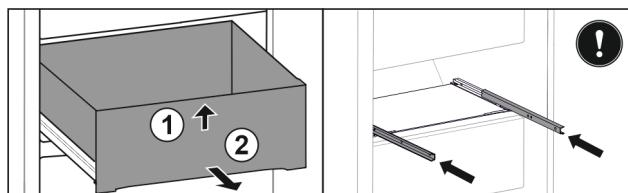

Fig. 39
- Приподнимите выдвижной ящик спереди. Fig. 39 (1)
- Извлеките выдвижной ящик движением вперед. Fig. 39 (2)